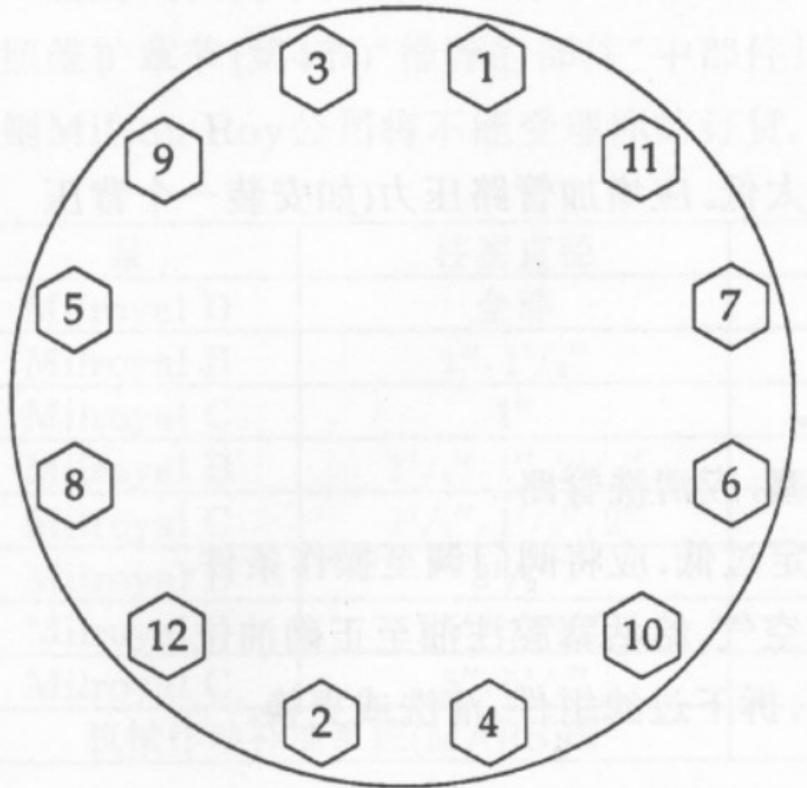

图3 十二个螺栓安装顺序图
- 19.对于金属液端,在重新安装前用泵齿轮油或相似物润滑隔膜端盖螺栓,按下列的扭矩规定安装隔膜端盖螺栓,螺栓应按照适宜的图(图3或4)中所示的顺序先拧至下表所示值的一半,然后按照同样的顺序,将每个螺栓拧到最终值。压力是指泵铭牌上所列的最大排放压力。